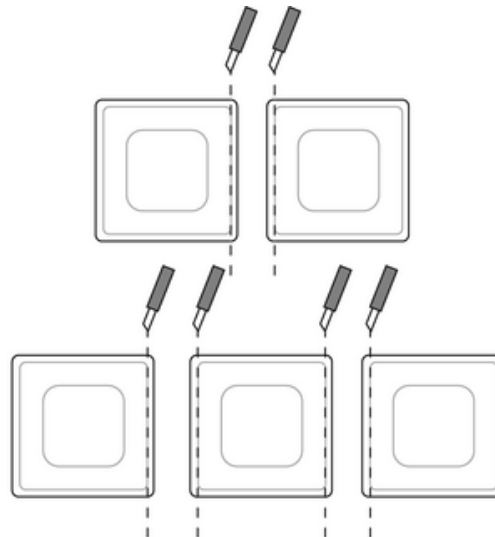

Figura 4: Recortar la almohadilla adhesiva en el caso de combinaciones múltiples
- i** En el caso de combinaciones múltiples, se deberán recortar, con una regla y un cúter, a lo largo de la perforación exterior, las partes de la almohadilla adhesiva que sobresalen (figura 4).